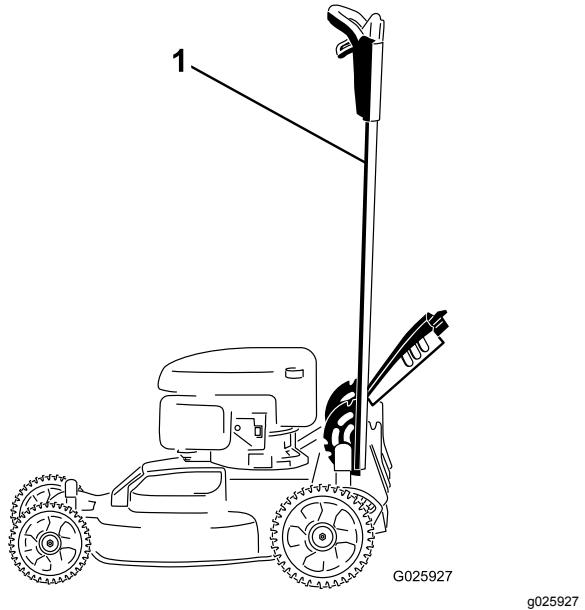

Figure 37
1. Bloquez le guidon en position verticale (Figure 37) ; voir Réglage de la hauteur du guidon \(page 10\).